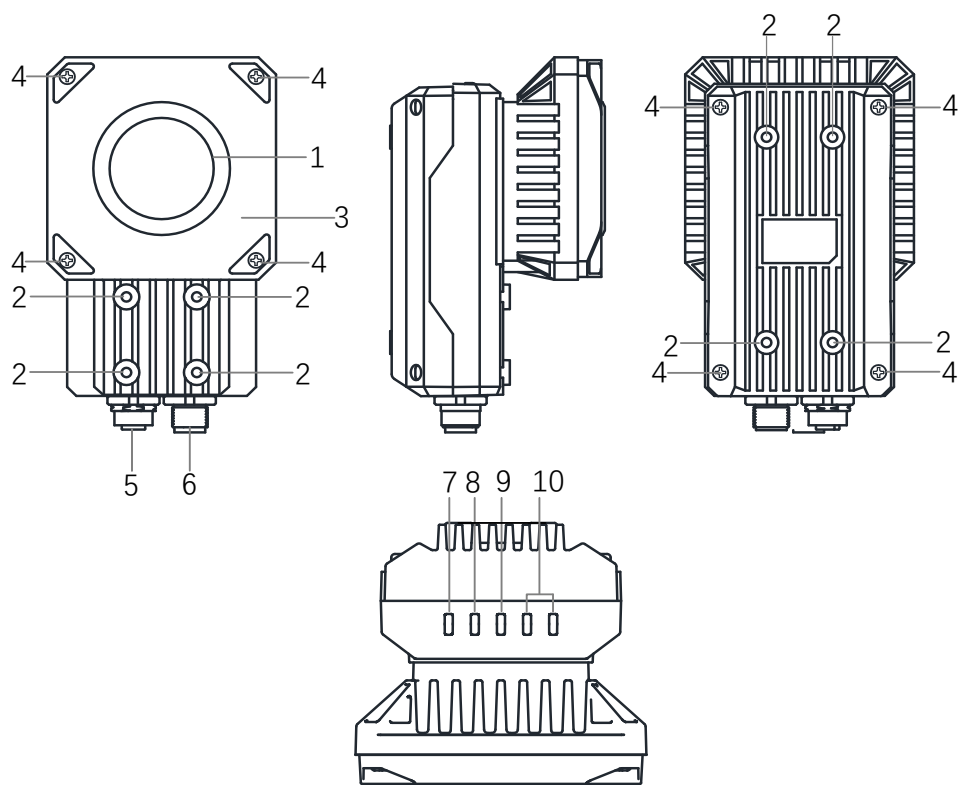
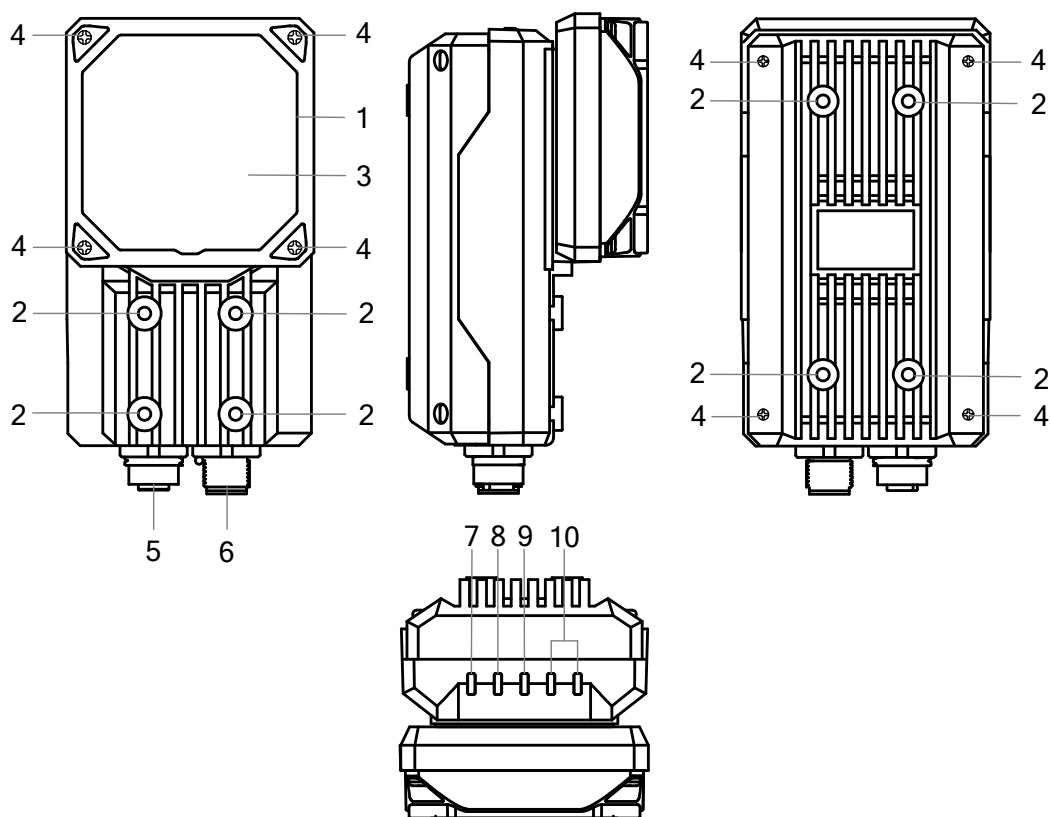
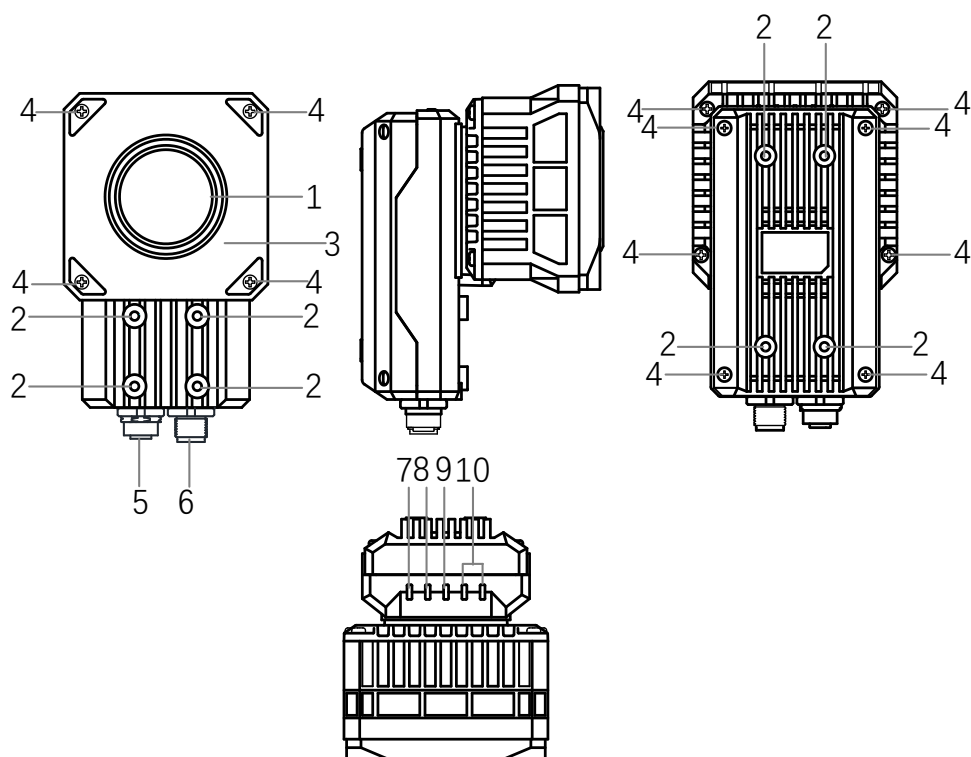
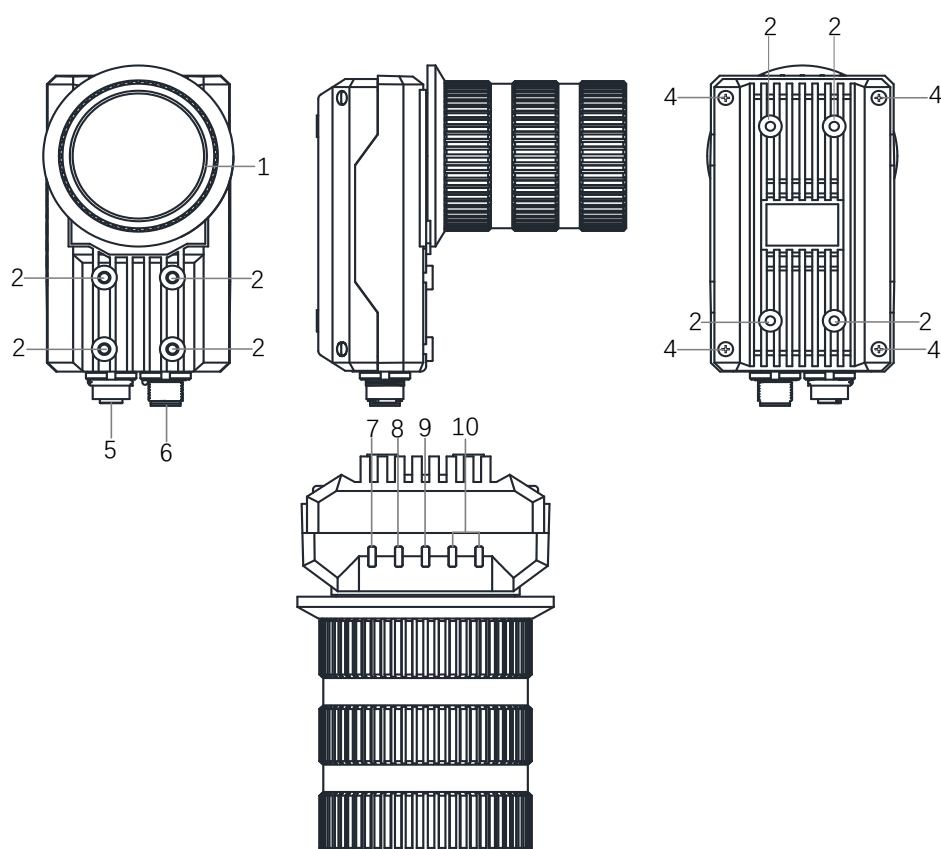

图2-1 自带四路光源、机械调焦镜头设备外观
图2-2 自带六路光源、机械调焦镜头设备外观
图2-3 自带光源、不带镜头设备外观
图2-4 不带光源、不带镜头设备外观
- 设备自带四路光源，自带机械调焦镜头，外观如图 2-1 所示。
- 设备自带六路光源，自带机械调焦镜头，外观如图 2-2 所示。
- 设备自带光源，不带镜头，外观如图 2-3 所示。
- 设备不带光源，不带镜头，选配镜头需手动调节焦距，外观如图 2-4 所示。
| 3  | 光源        | LED 光源，用于采集图像时进行补光，确保图像效果，增强设备的读码性能。根据设备类型不同，可分为四路光源和六路光源两种。四路光源设备镜头罩内置 8 颗 LED 灯珠。六路光源设备镜头罩内置 14 颗 LED 灯珠，标配半偏振光源，上半部分为正常照明，下半部分为偏振效果。光源颜色除设备自带的白光外，可选购红光、蓝光或红外光。 说明部分设备不带光源，只能通过外接光源进行补光，外观参见图 2-4。 |
| 镜头           |  | C 口镜头，仅不带镜头设备需单独采购，外观参见图 2-3、图 2-4。                                     |
| 读码光源         |  | 用于设备采图过程中提供亮度，可根据实际情况选择是否使用，需单独采购。其中有 3 种设备已自带光源，外观参见图 2-1、图 2-2、图 2-3。 |